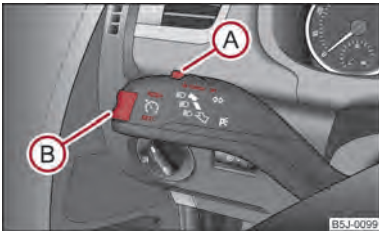

Abb. 86 Bedienungshebel: Wippe und Schalter der Geschwindigkeitsregelanlage
- Drücken Sie den Schalter **A** ⇒ Abb. 86 in die Stellung **ON**.
- Die gespeicherte Geschwindigkeit können Sie ohne Betätigung des Gaspedals durch Drücken der Wippe **B** ⇒ Abb. 86 in die Position **RES+** erhöhen.
Die **Wiederaufnahme** der gespeicherten Geschwindigkeit erfolgt nach Loslassen des Brems- oder Kupplungspedals, bei Fahrzeugen mit automatischem Getriebe nur nach Loslassen des Bremspedals, und nach kurzem Drücken der Wippe **(B)** ⇒ **Abb. 86** in die Position **RES+**.
- Drücken Sie den Schalter **(A)** ⇒ **Abb. 86** nach rechts in die Stellung **OFF**.